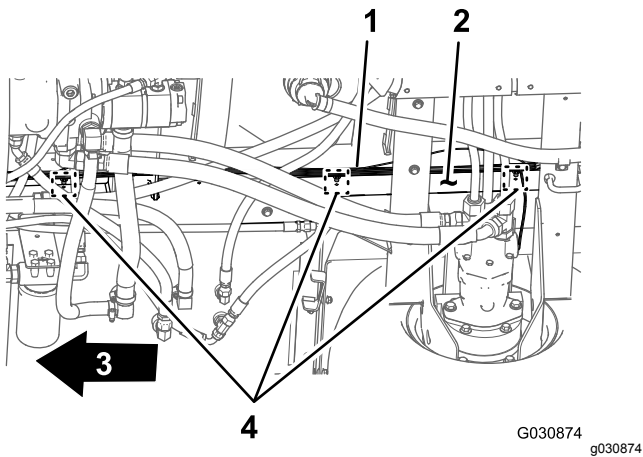

Figura 85
- Enrute la rama de 165 cm y la rama de 203 cm del arnés eléctrico hacia adelante por el larguero derecho del bastidor (**Figura 85**).
4. Introduzca las fijaciones a presión de la rama de 203 cm del arnés de cables trasero en los orificios del larguero derecho del bastidor (Figura 85) de donde retiró las fijaciones a presión del arnés de cables trasero antiguo; consulte el paso 3 de Desconexión de los arneses de cables delantero y trasero (página 14).